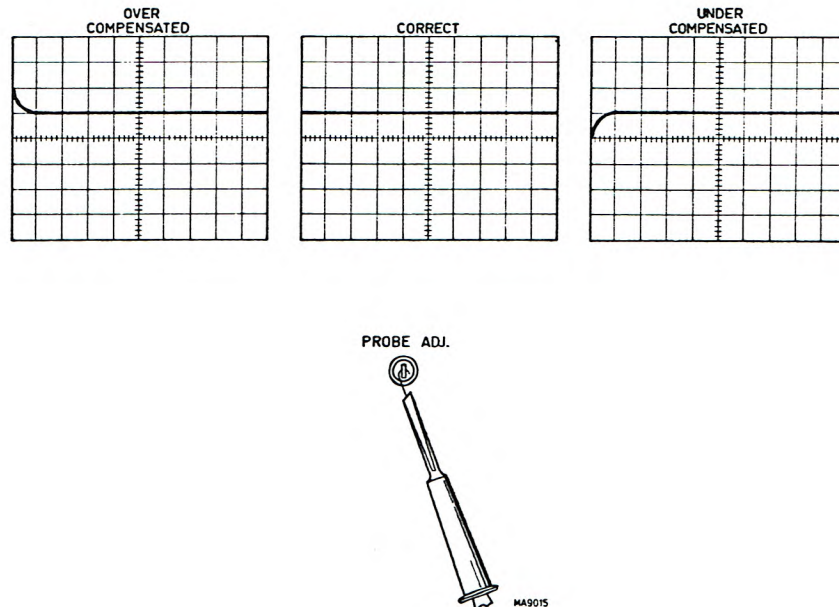

Fig. 2.4 Réglage des sondes PM 9336, PM 9336L et PM 9358
- Introduire un petit tournevis dans l'ouverture de la boîte de compensation; régler ainsi le trimmer afin d'obtenir une représentation correcte comme illustré à la figure 2.4.